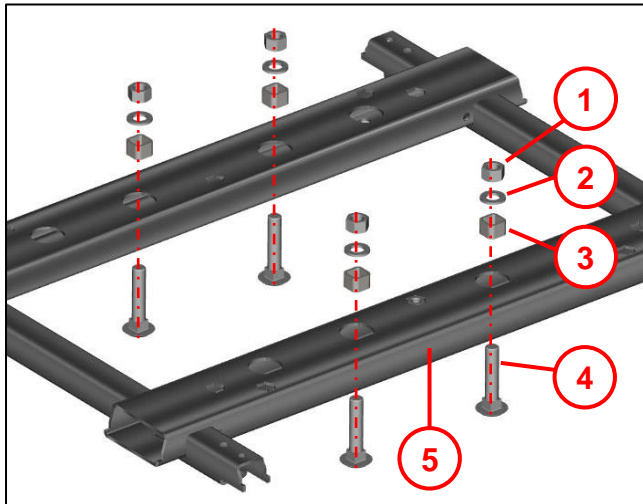
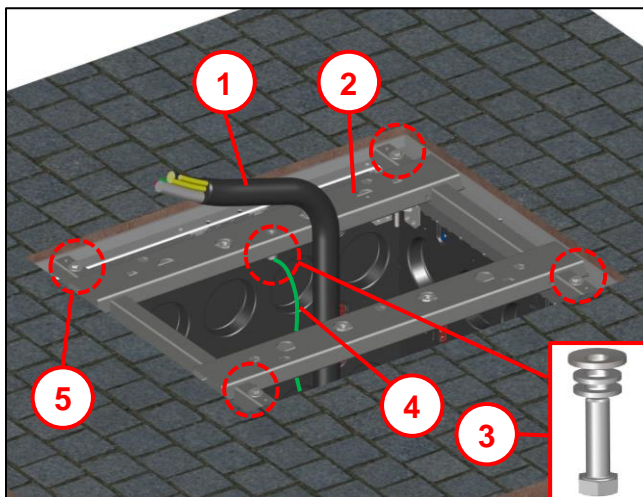

Abb. 17
Abb. 18
**Beachten:** bei Verschraubung Größe M16, Abb. 17 beachten, sonst weiter zu Abb. 18.